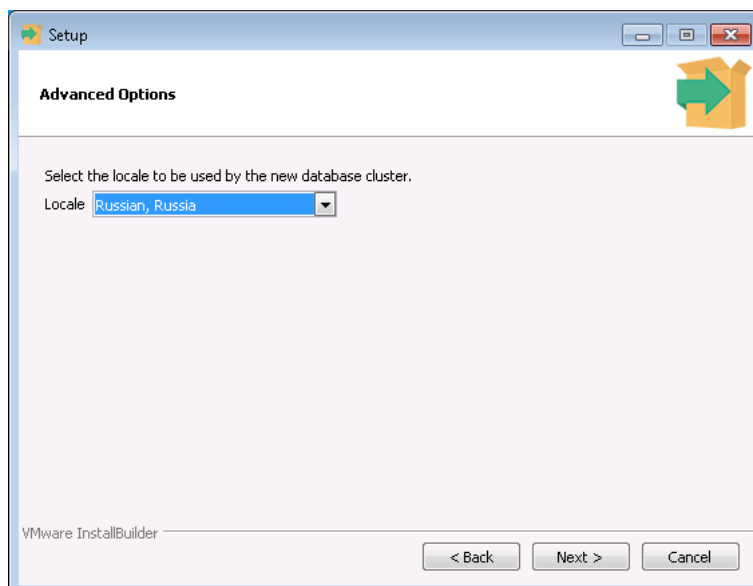

Рисунок 6.8 — Выбор локали
- Выберите локаль для инициализации кластера базы данных и нажмите кнопку *Next* (см. рисунок 6.8).